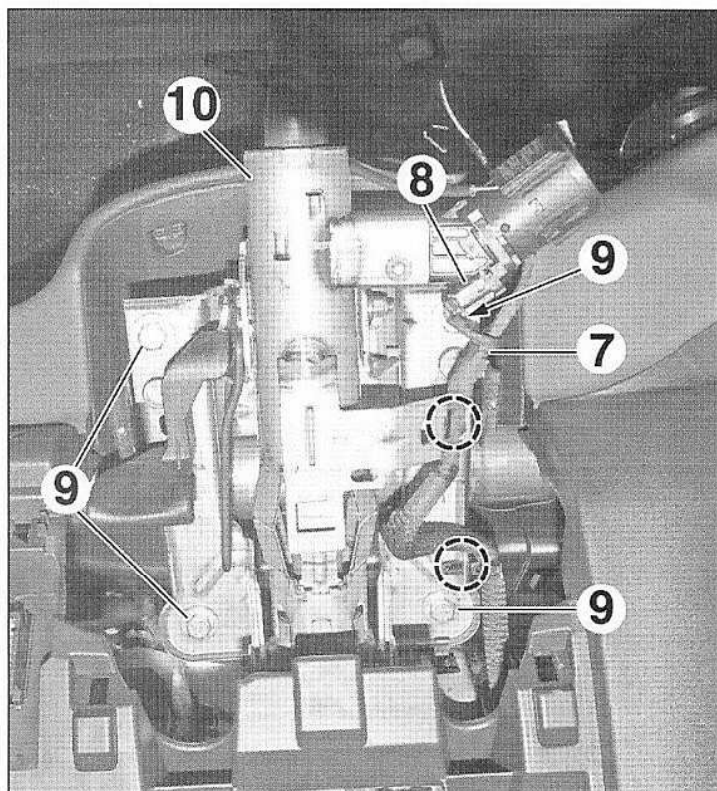

FIG.8
- Dégrafer le faisceau électrique (7) (Fig.8).
- Débrancher le connecteur (8).
- les vis (9),
- la colonne de direction (10).
- l'écrou (4),